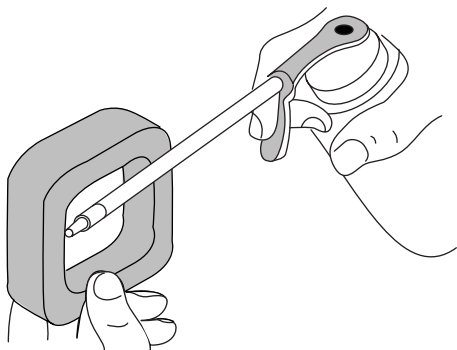

Fig. 63
4. Aplique suficiente aceite limpio de motor SAE 30 para recubrir ligeramente el filtro (Fig. 63).